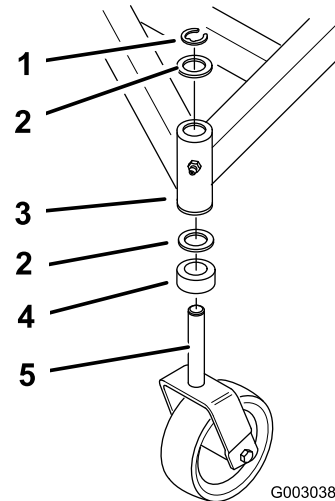

Figura 35
3. Retire el pasador de bloqueo y la(s) arandela(s) de empuje de la parte superior de la horquilla de la rueda giratoria (Figura 35).
9. Inspeccione la horquilla de la rueda giratoria para determinar si está desgastada y cámbiela de ser necesario (Figura 35).
10. Deslice la horquilla a través de los casquillos del tubo de montaje. Cambie los espaciadores de la horquilla y sujételos con el anillo de retención (Figura 35).